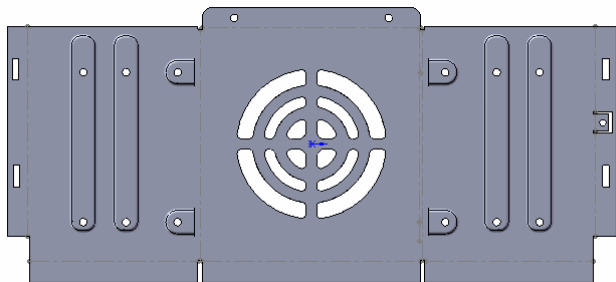

图 10-158 展开的钣金件
⑩ 展开硬盘支架。右击“FeatureMannger 设计树”中的“平板型式 1”，在弹出的快捷菜单中选择“解除压缩”命令将钣金零件展开，如图 10-158 所示。
⑪ 单击“保存”图标将文件保存。